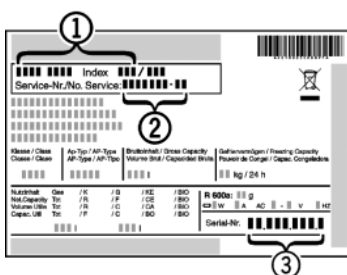

Fig. 25
- ▶ Označení přístroje Fig. 25 (1), servisní číslo Fig. 25 (2) a sériové číslo Fig. 25 (3) naleznete na typovém štítku. Identifikační typový štítek je umístěn na levé vnitřní stěně přístroje.